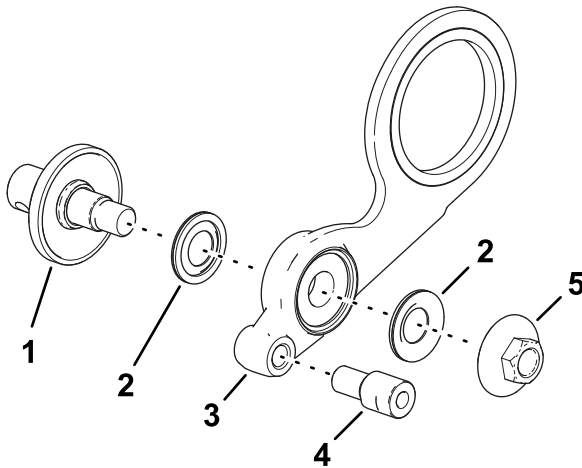
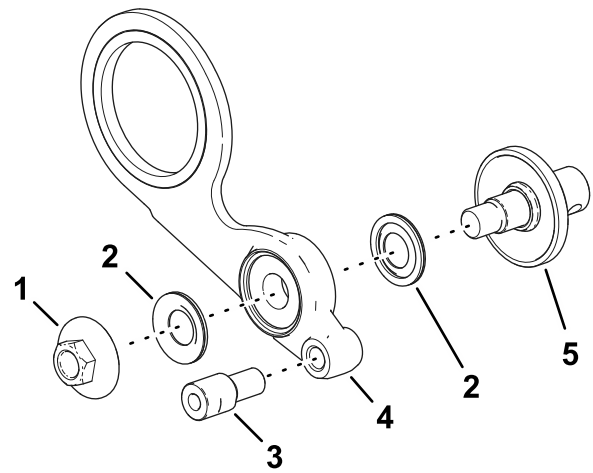

Bild 15
Bild 16
1. Montieren Sie die Antriebswellenbaugruppe, die beiden Lagerschilde und die Bundkopfmutter an der Riemenscheibe, wie in Bild 15 dargestellt.
2. Montieren Sie den Stelling in die Gewindebohrung in der Riemenscheibenbaugruppe (Bild 15 oder Bild 16).
Hinweis: Montieren Sie die Antriebswelle und die Bundmutter (Bild 16) auf den gegenüberliegenden Seiten der Riemenscheibe, wenn Sie die Riemenscheibenbaugruppe auf der rechten Seite des Mähwerks installieren.